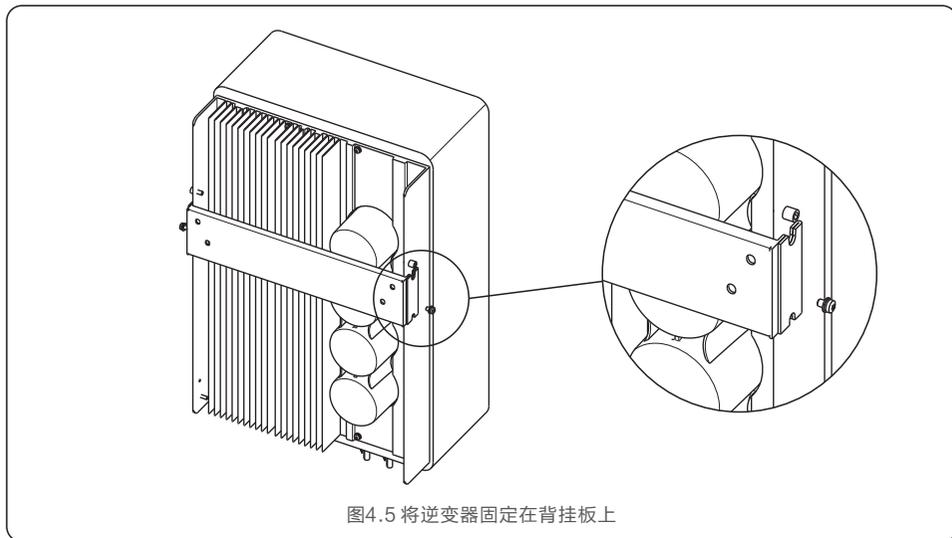

图4.5 将逆变器固定在背挂板上
参考图 4.4 以及图 4.5 来安装逆变器。逆变器必须垂直安装。安装步骤如下：
3. 将逆变器抬起，使得逆变器背部安装支架中的开孔，对准背挂板上部的凸起，然后缓慢将逆变器固定到安装板上，直到逆变器牢固安装后，操作人员才可松开设备（如图4.5）。